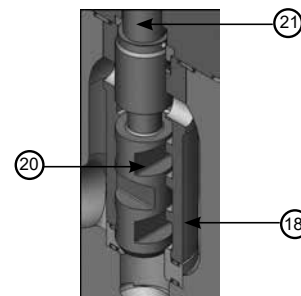

Abbildung 2: Kegel, Laufbuchse und Gleitfläche der Stange
Die in Abbildung 2 gezeigten Führungsflächen, einschließlich der Laufbuchse (18), des Ventilkegels (20) und der Kegelstange (21), müssen überprüft werden. Wenn nur leichte Verschleißanzeichen vorhanden sind, verwenden Sie ein leichtes Schleifmittel, um die entsprechenden Führungsflächenbereiche zu glätten. Teile mit größeren Beschädigungen oder Verschleiß der Führungsflächen müssen ausgetauscht werden.